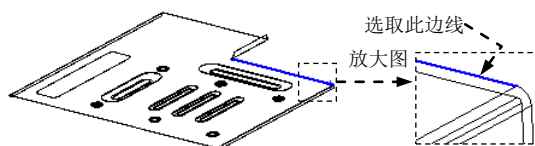

图 17.10.90 定义特征的边线
(1) 选择命令。选择下拉菜单 **插入(I)** → **钣金(H)** → **边线法兰(E)...** 命令，系统弹出“边线法兰”对话框。
(2) 定义特征的边线。选取图 17.10.90 所示的模型边线为生成的边线法兰的边线。
(3) 定义法兰参数。在 **角度(G)** 区域的  文本框中输入角度值 90.0。在“边线法兰”